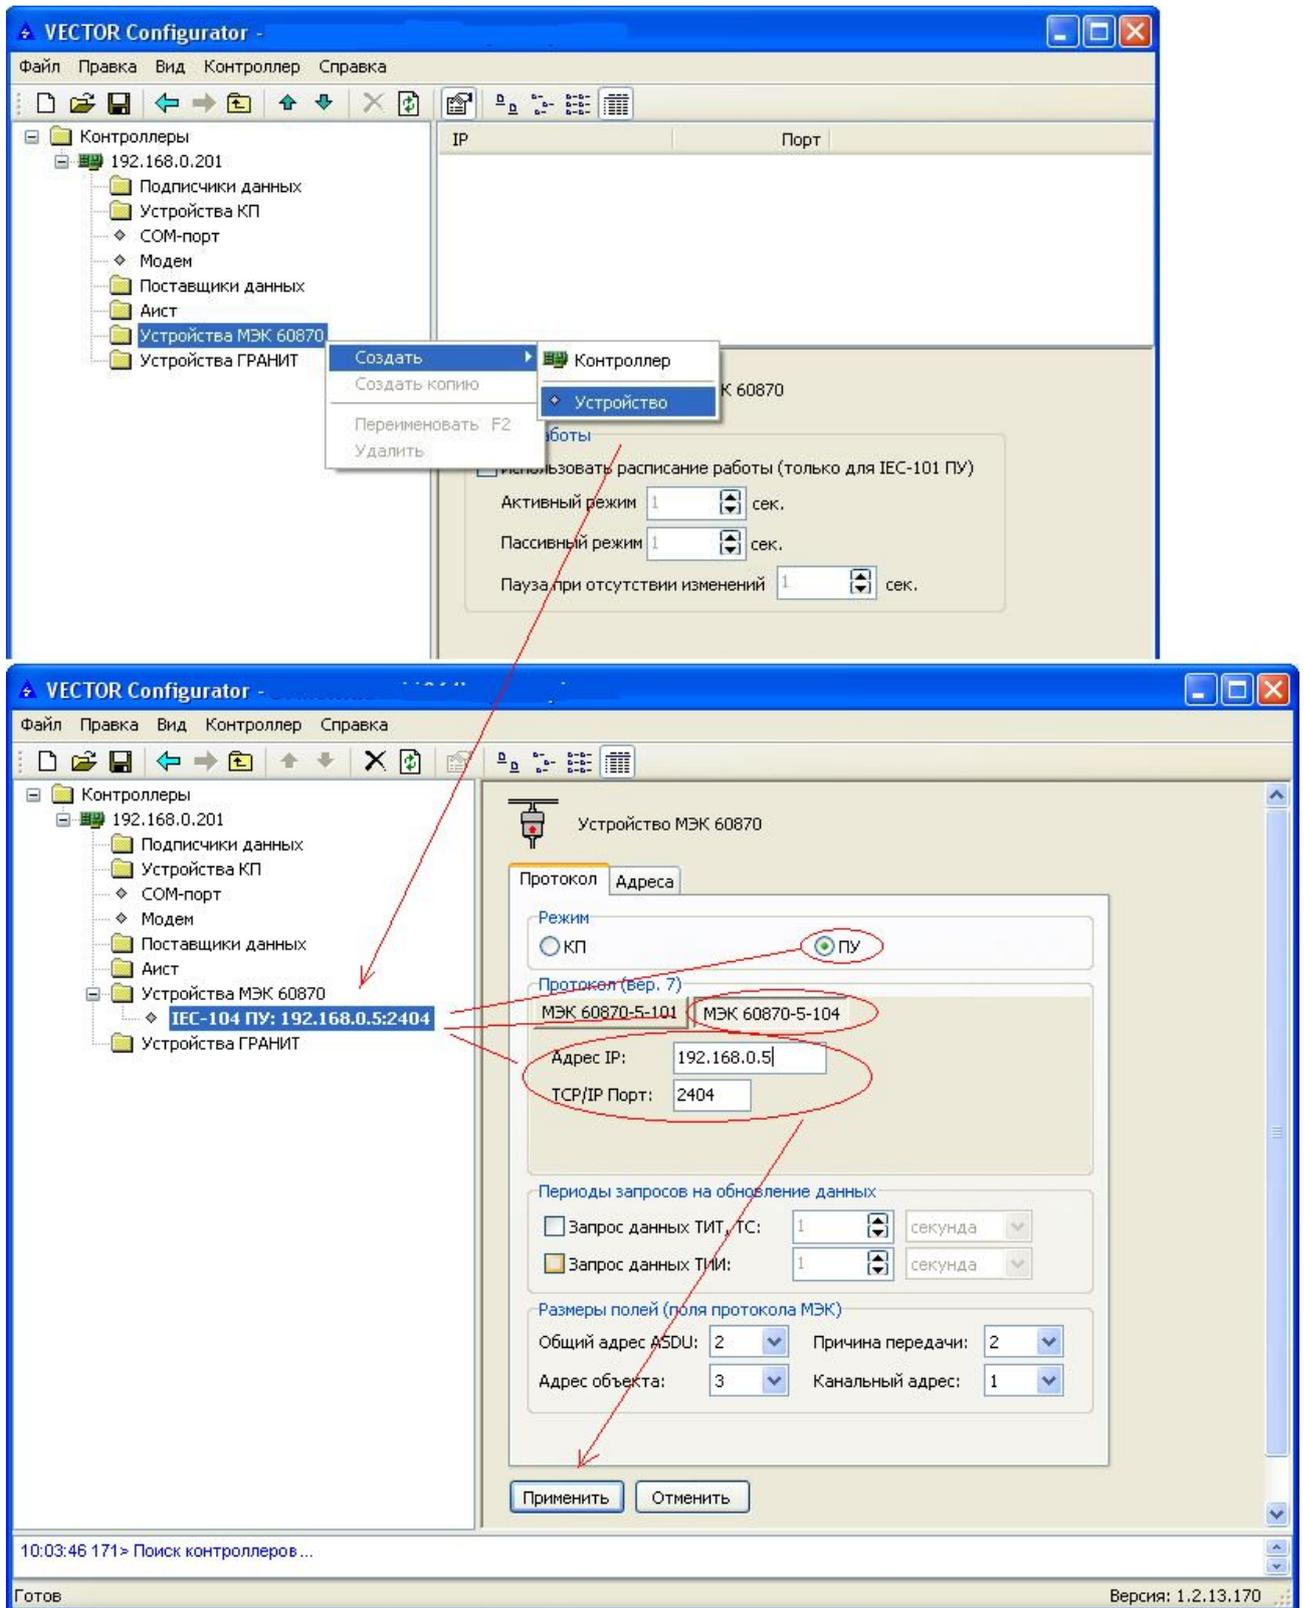

Рисунок 6 – Добавление устройства **МЭК-104 ПУ** в параметры модуля XPort
6) добавьте устройство **МЭК-104 ПУ** в параметры модуля XPort - для опроса сервера данных, укажите «IP адрес» и «Порт» сервера (источника) данных (рисунок 6);